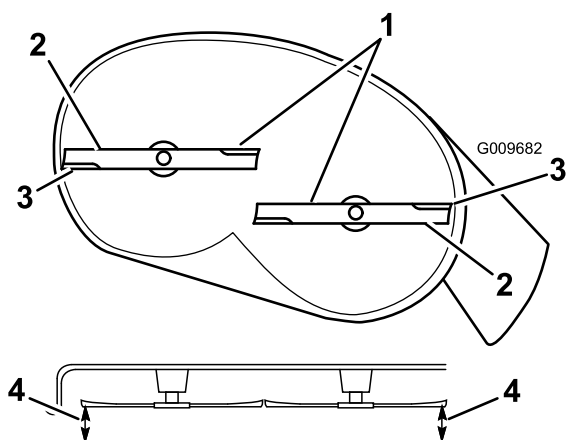
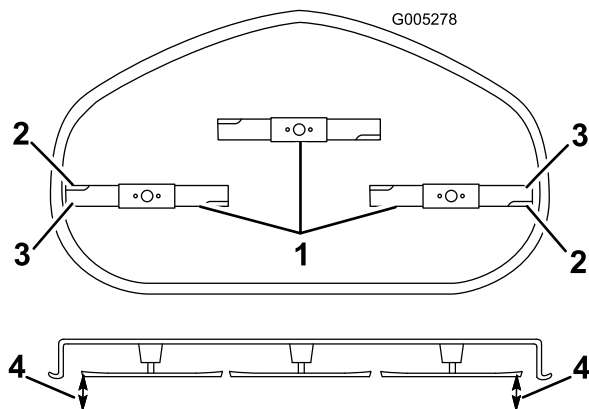

Figura 50
Figura 51
- Gire cuidadosamente las cuchillas hasta que estén todas orientadas lateralmente (Figura 50 y Figura 51).
5. Mida entre los bordes de corte exteriores y la superficie plana (Figura 50 y Figura 51). Si hay una diferencia de más de 3/16 pulgada (5 mm) entre ambas dimensiones, se requiere un ajuste; siga con este procedimiento.